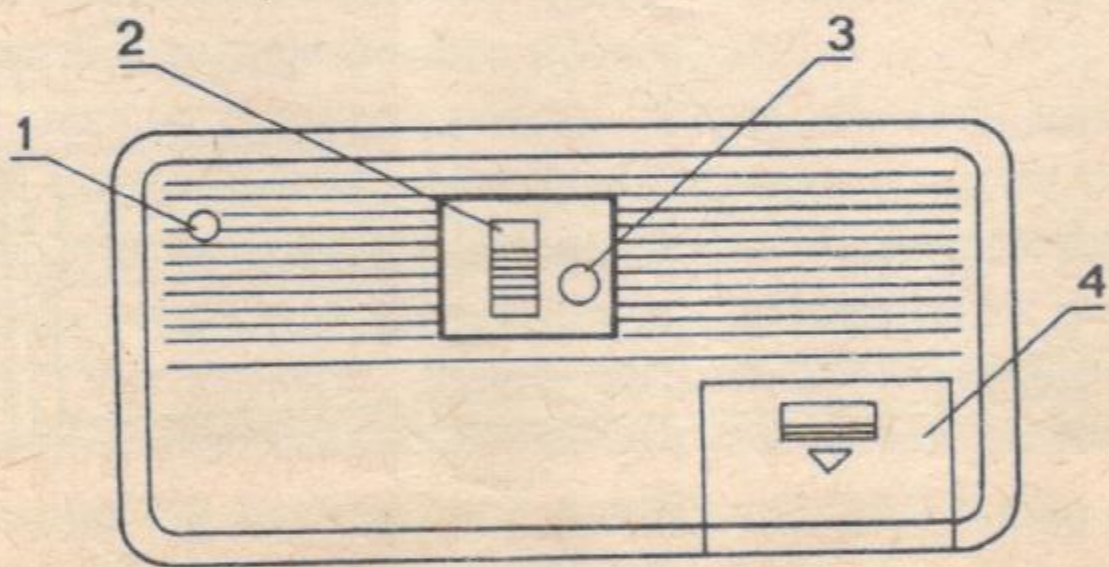

Рис. 2
1.3. Проверьте сохранность пломб на задней стенке радиоприемника рис. 2 поз. I и его комплектность.
4.4. Расположение и назначение органов управления радиоприемника, гнезд и розеток для внешних соединений показано на рис.1 и рис.2.
Переключателем диапазонов (поз.2 рис.2) выберите нужный диапазон.
5.4. Для более уверенного приема дальних радиовещательных станций в радиоприемнике имеется розетка для подключения внешней антенны (поз.3 рис. 2).